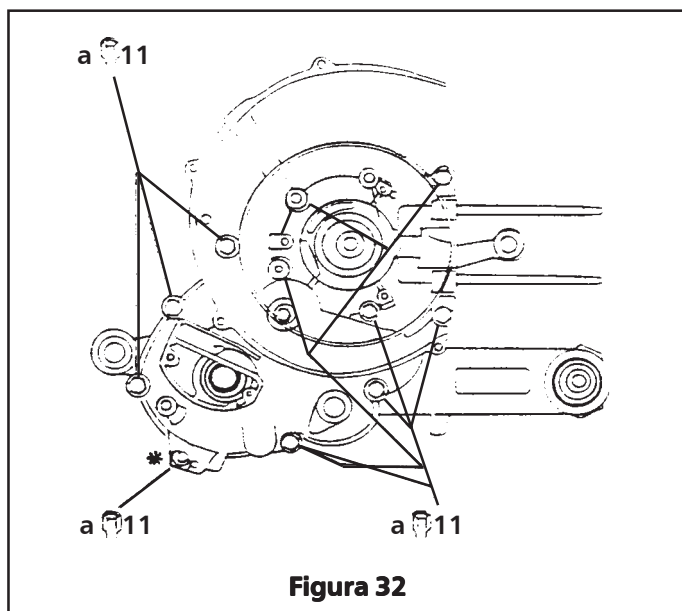

Figura 32
1. Con una copa de 11 mm quite todas las tuercas que se muestran en la **figura 32**.